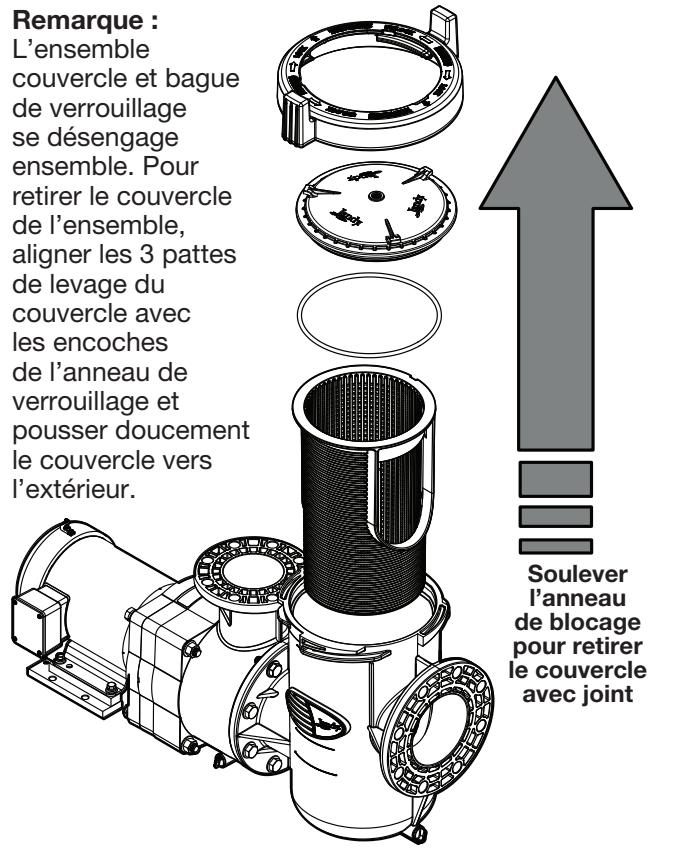

Figure 10. Vue éclatée de la pompe
8. Le panier de la crêpine peut être retiré et vidé. S'assurer que le panier est correctement aligné avec l'orifice d'entrée de la crêpine lors du remplacement du panier dans le pot de la crêpine. Reportez-vous à la Figure 10.